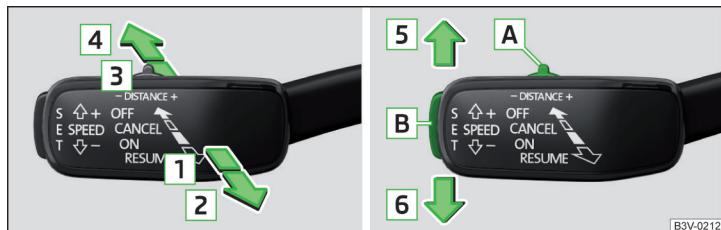

Abb. 284 Bedienungshebel
» Abb. 284
- Die Taste **SET** » Abb. 284 auf Seite 249 drücken.
- **oder:** Den Hebel in die gedeferte Stellung **RESUME** » Abb. 284 auf Seite 249 einstellen.
- Den Hebel in die gedeferte Stellung **CANCEL** » Abb. 284 auf Seite 249 einstellen.
Die gewünschte Geschwindigkeit wird mit dem Bedienungshebel eingestellt oder geändert » Abb. 284 auf Seite 249.
› Den Schalter **DISTANCE** in die gefederte Stellung – oder + einstellen » Abb. 284 auf Seite 249.
Ein Beschleunigungsvorgang kann jederzeit durch Betätigung des Bremspedals oder den Druckpunkt **CANCEL** am Bedienungshebel » Abb. 284 auf Seite 249 abgebrochen werden.